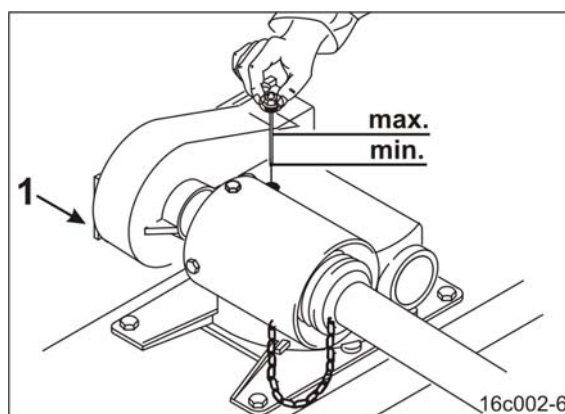

Fig. 177
2. Skru ut oljetappepluggen (Fig. 177/1).